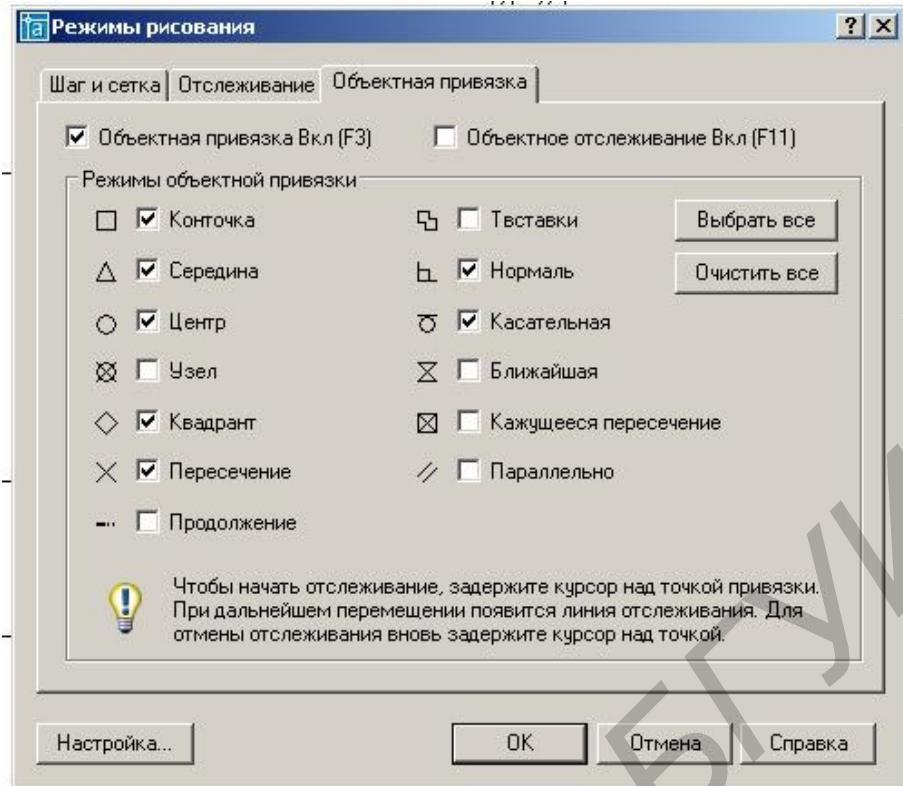

Рис. 11. Настройка объектной привязки
- 3) в открывшемся диалоговом окне **Режимы рисования** включим привязки (поставим флагки), которые показаны на рис. 11.